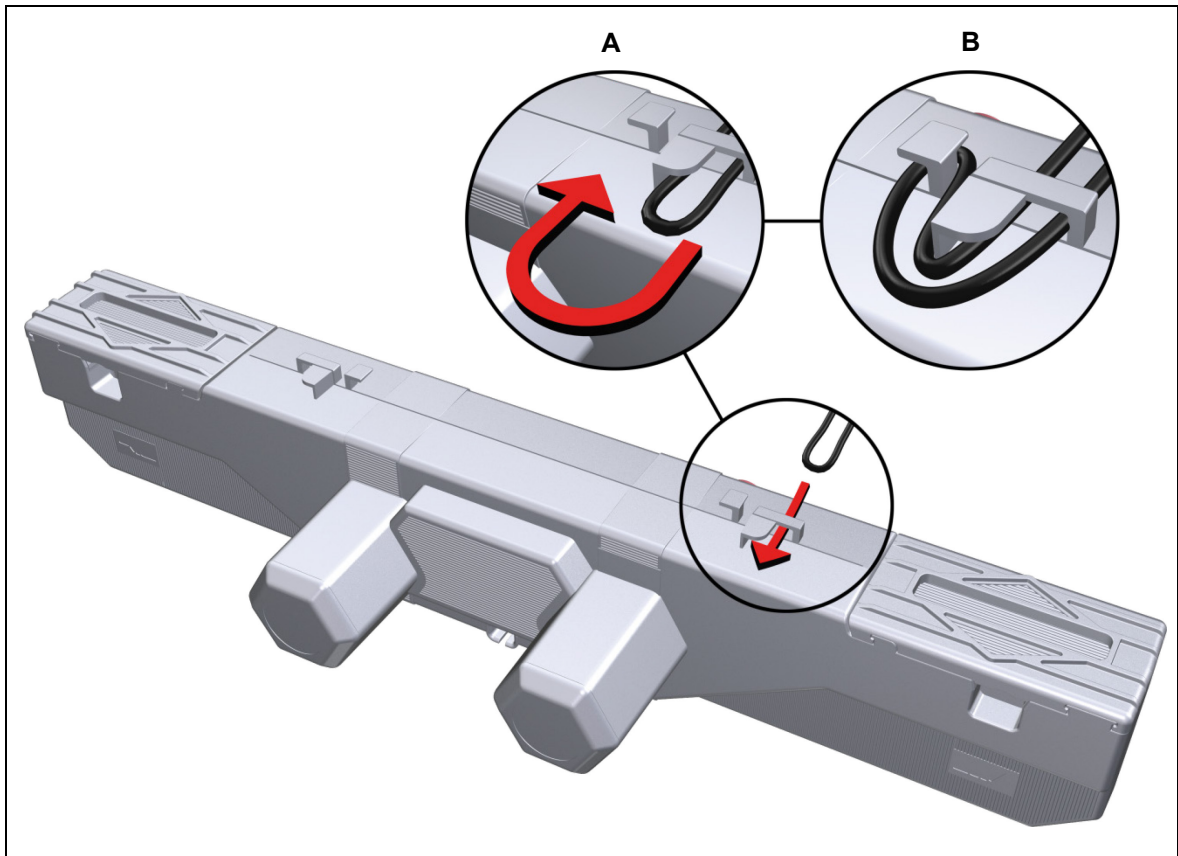

Abbildung 12 Kabel in die Zugentlastung einfädeln
- 2 Schieben Sie das Handschalterkabel in einer Schlaufe durch die Zugentlastung und ziehen Sie die Schlaufe leicht zurück, wie in Abbildung 12 gezeigt.